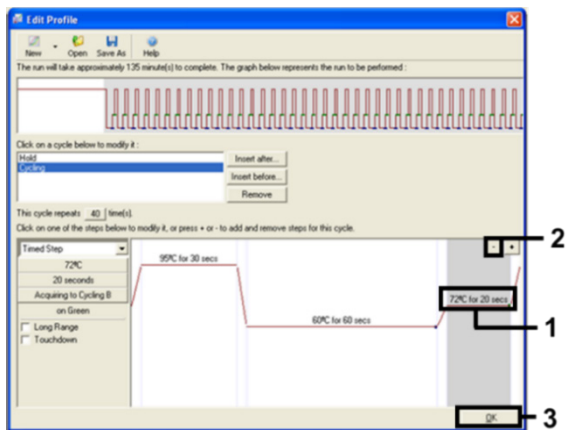

Figure 9. Suppression de l'étape d'élongation.
11. Mettre la troisième étape en surbrillance et cliquer sur le bouton - pour la supprimer. Cliquer sur OK (figure 9).